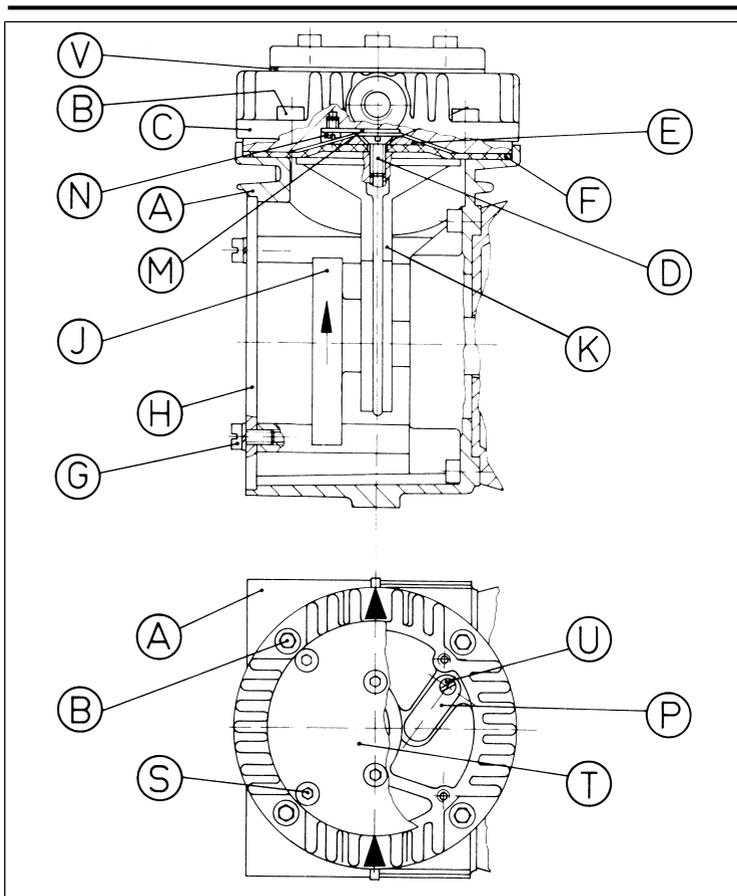

Fig.5: Pièces de pompe
**Selon Fig. 5
Tab.20: Pièces de rechange selon Fig. 5
Membrane et soupapes remplacées.	<ul style="list-style-type: none"> → Vérifiez l'étanchéité des tuyaux. → Serrez éventuellement avec précaution en croix les vis (B) et (S) (voir Fig. 5).